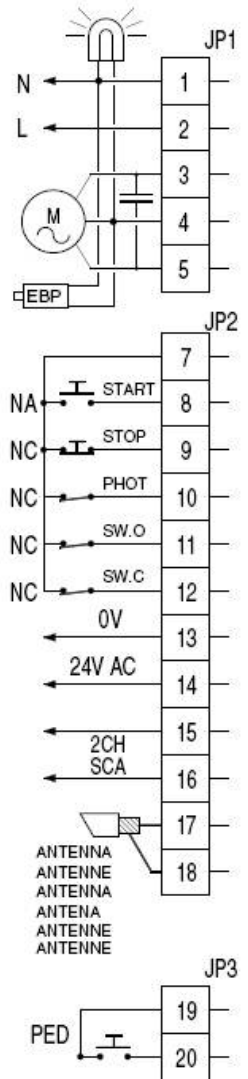

рис. 2
3. Подсоединения к клеммам блока управления (рис. 2)
Ниже приводится описание клемм встраиваемого блока управления ALPHA (рис. 2):
EBP (рис. 2)